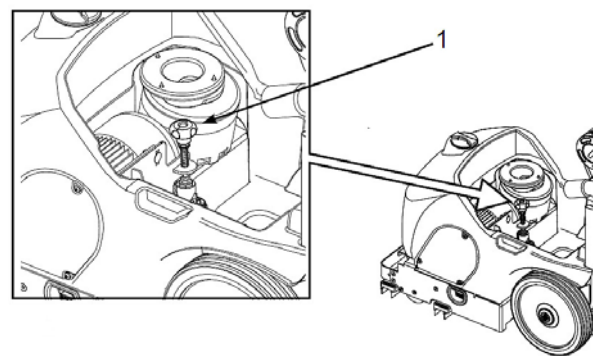

Abb. 28: Anpressdruck der Bürstenwalze einstellen
Schritt 3: Drehen Sie die Schraube (Pos.1, Abb.28) in die gewünschte Richtung um die Arbeitshöhe und damit den Anpressdruck der Bürstenwalze einzustellen.